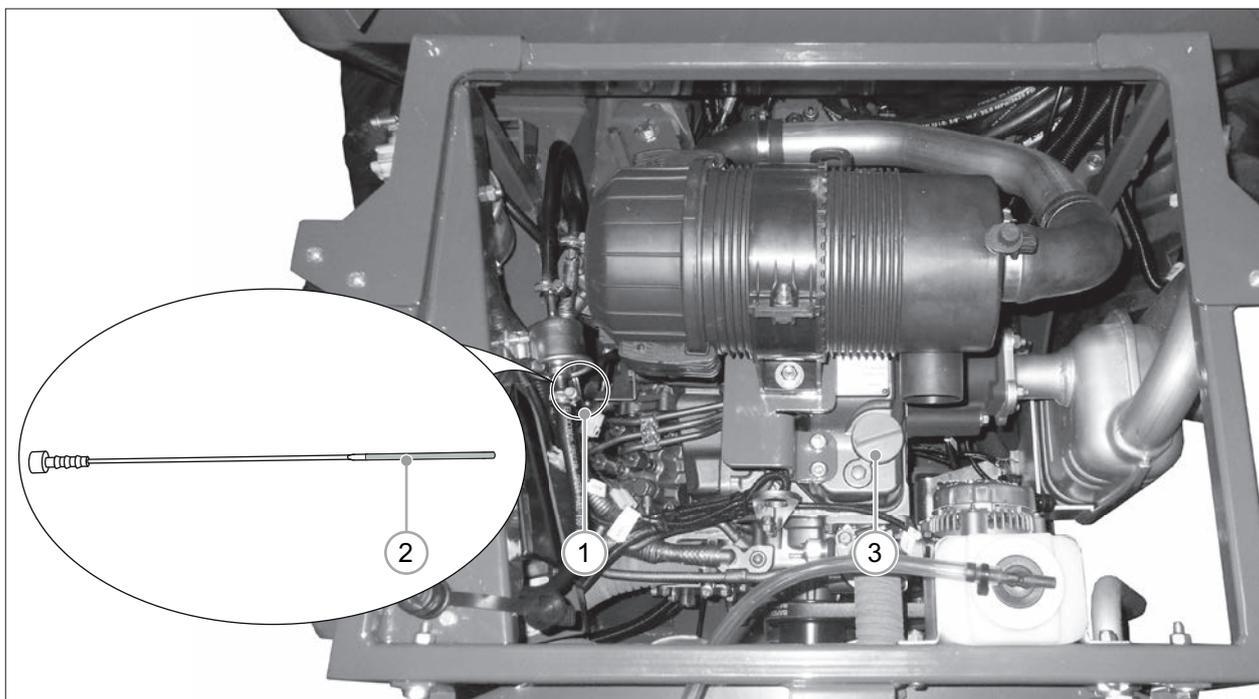

РИС. 63
- 4) Извлеките щуп (РИС. 63 – Сс. 1) и найдите отметки «максимальный уровень» и «минимальный уровень» (РИС. 63 - Сс. 2). Уровень масла должен находиться между этих двух отметок.
- Откройте крышку горловины моторного масла (РИС. 63 - Сс. 3).